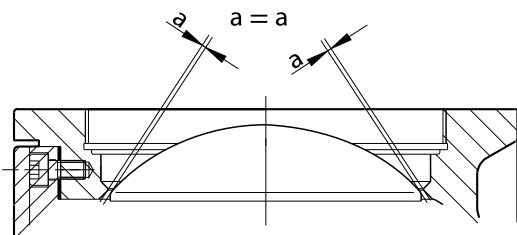

Рис. 6-14 Центральный шаровой сегмент
2. Убедитесь, что шаровой сегмент центрирован относительно корпуса клапана. Шаровой сегмент не должен быть закреплен слишком свободно или слишком затянут. Должен существовать равномерный зазор по всему шаровому сегменту. Он может быть проверен более точно щупом на соответствующем конце вала (→ Рис. 6-14). Установите положение шарового сегмента с помощью прокладок. См. (→ Раздел 6.11).